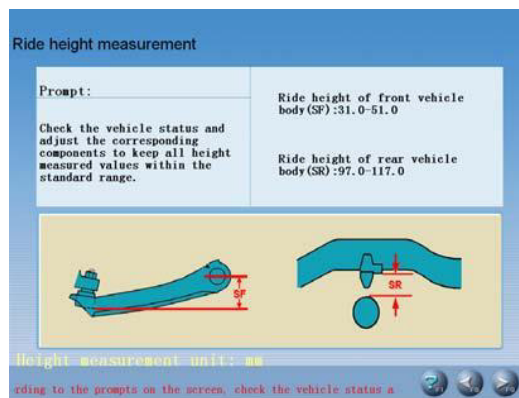

Рис.4.8
- Если выбрана специальная модель автомобиля (например, BMW 3 серии), на экране отображается окно [Измерение дорожного просвета], как показано на рис. 4.8. Это окно является рабочим инструментом для измерения дорожного просвета и его проверки в соответствии с требованиями автопроизводителя.